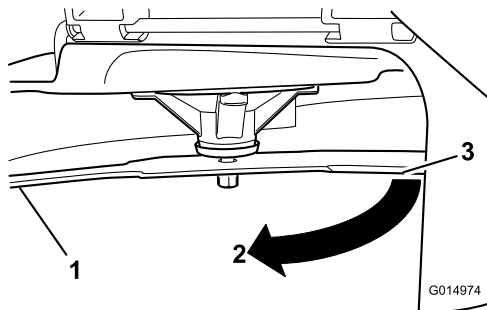

Figura 74
3. A doua distanță măsurată dintre lamă și suprafață (B)
4. Rotii aceeași lamă la 180 de grade, astfel încât marginea de tăiere opusă să se afle acum în aceeași poziție (**Figura 74**).